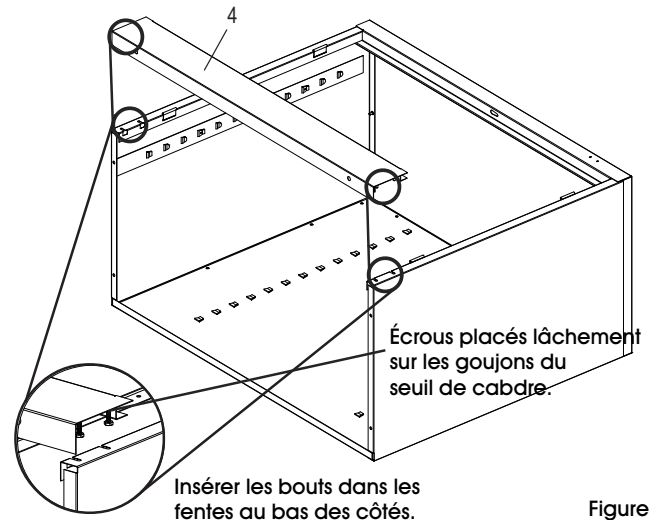

Figure 5
5. Fixez le seuil de cadre (4) aux côtés. Placez les écrous lâchement sur chacun des goujons et glissez les extrémités du seuil de cadre dans les fentes sur les deux côtés de l'unité. Ensuite, serrez fermement à l'aide d'écrous. (Voir Figure 5)